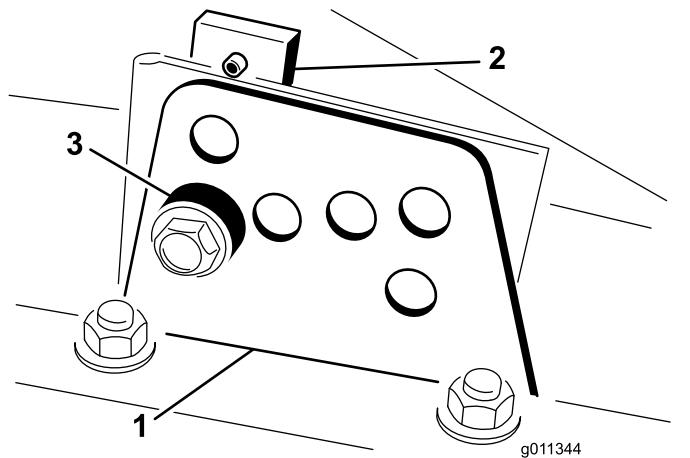

Bild 15
- Entfernen Sie das Distanzstück, während Sie gleichzeitig die Kammer abstützen (Bild 15).
- Lockern Sie die Schrauben, mit denen die Schnitthöhenhalterungen an der Schnitthöhenplatte (vorne und an beiden Seiten) befestigt sind, siehe (Bild 15).